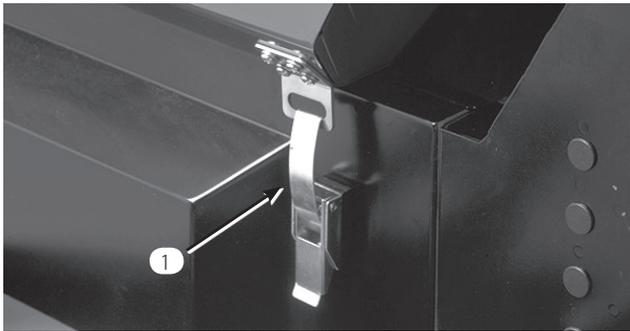

図 2
1. 平らな場所に駐車する。エンジン・カバーのラッチを外す (図2)。